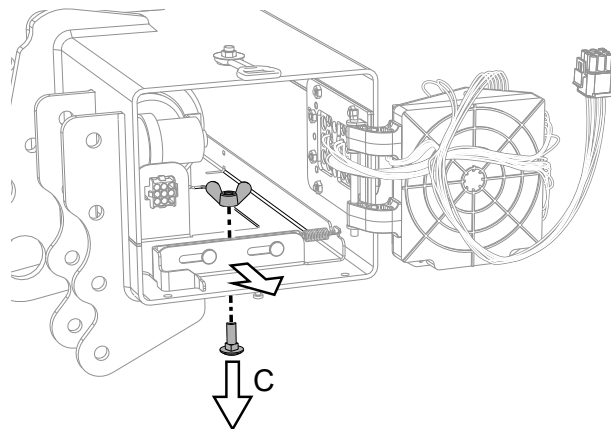

Abbildung 22. Entriegelung Hydraulikaggregat
4. Das Hydraulikaggregat durch Abschrauben der Flügelmutter und der entsprechenden Schraube (C) lösen, siehe Abbildung 22 und das Hydraulikaggregat so weit herausziehen, bis der Tankdeckel zugänglich wird, siehe Abbildung 24.